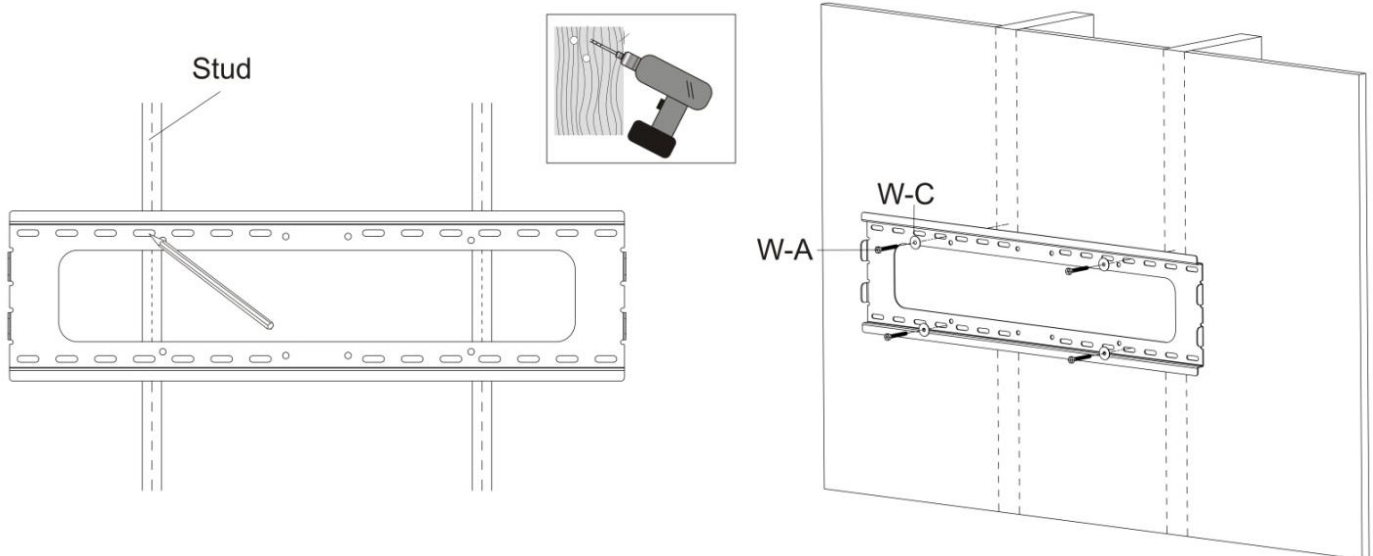

Fig. 2
- 3) Taladre cuatro orificios con un diámetro de 3 mm (1/8") y una profundidad de 30 mm (1,2"). Realice la sujeción mediante cuatro tirafondos (W-A) y cuatro arandelas M6 (W-C) como se indica en la Fig. 2.